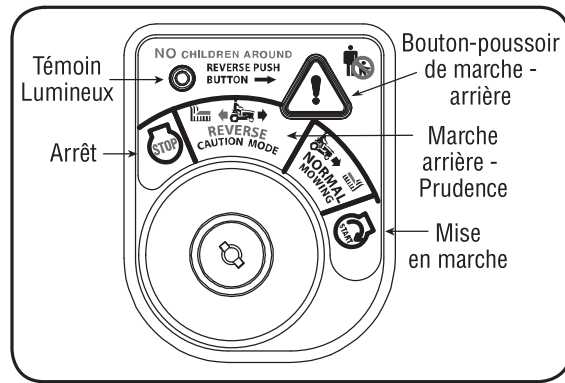

Figure 4-5
- Déplacez la clé de la position « **NORMAL MOWING** » (Verte) (Tonte normale) à la position « **REVERSE CAUTION MODE** » (Jaune) (Marche arrière - Prudence). Voir la Figure 4-5.
- Appuyez sur le **BOUTON-POUSOIR DE MARCHÉ ARRIÈRE** (Bouton triangulaire orange) dans le coin supérieur droit du module d'allumage. Le témoin lumineux rouge dans le coin supérieur gauche s'allume quand la marche arrière est embrayée. Voir la Figure 4-5.